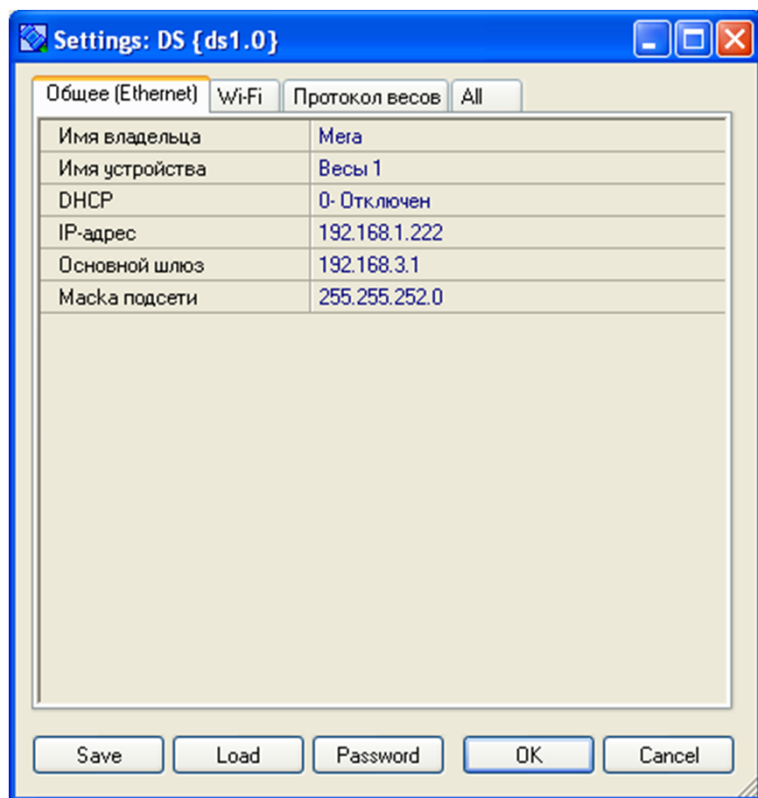

Рис. 13 - Вкладка «Settings»
- в открывшемся окне рис. 13 установите IP адрес весов из вашей подсети, полученный в соответствии с п. 4.1.3